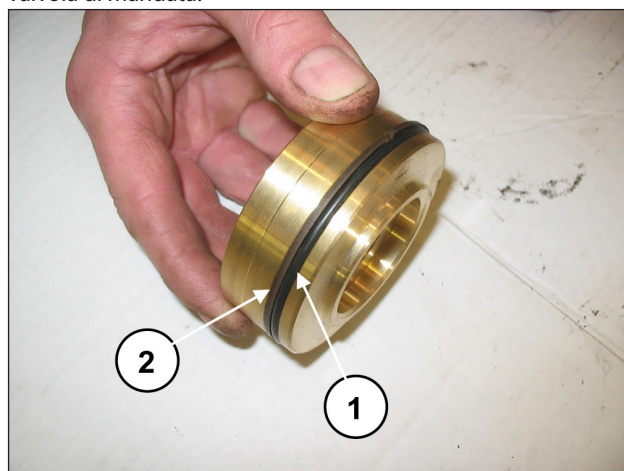

Fig. 104
Montare O-ring, pos. esploso n. 17 (pos. ①, Fig. 104) e anello antiestrusione, pos. esploso n. 21 (pos. ②, Fig. 104) sul tappo valvola di mandata.